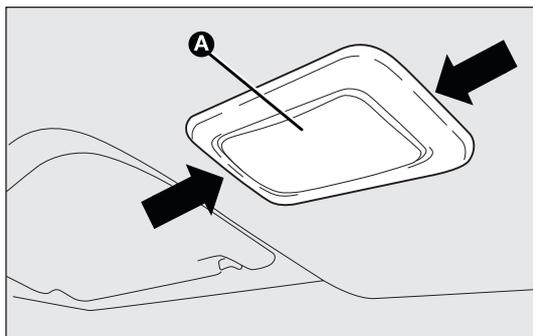

fig. 163
- estrarre la plafoniera A-fig. 163 agendo nei punti indicati dalle frecce;